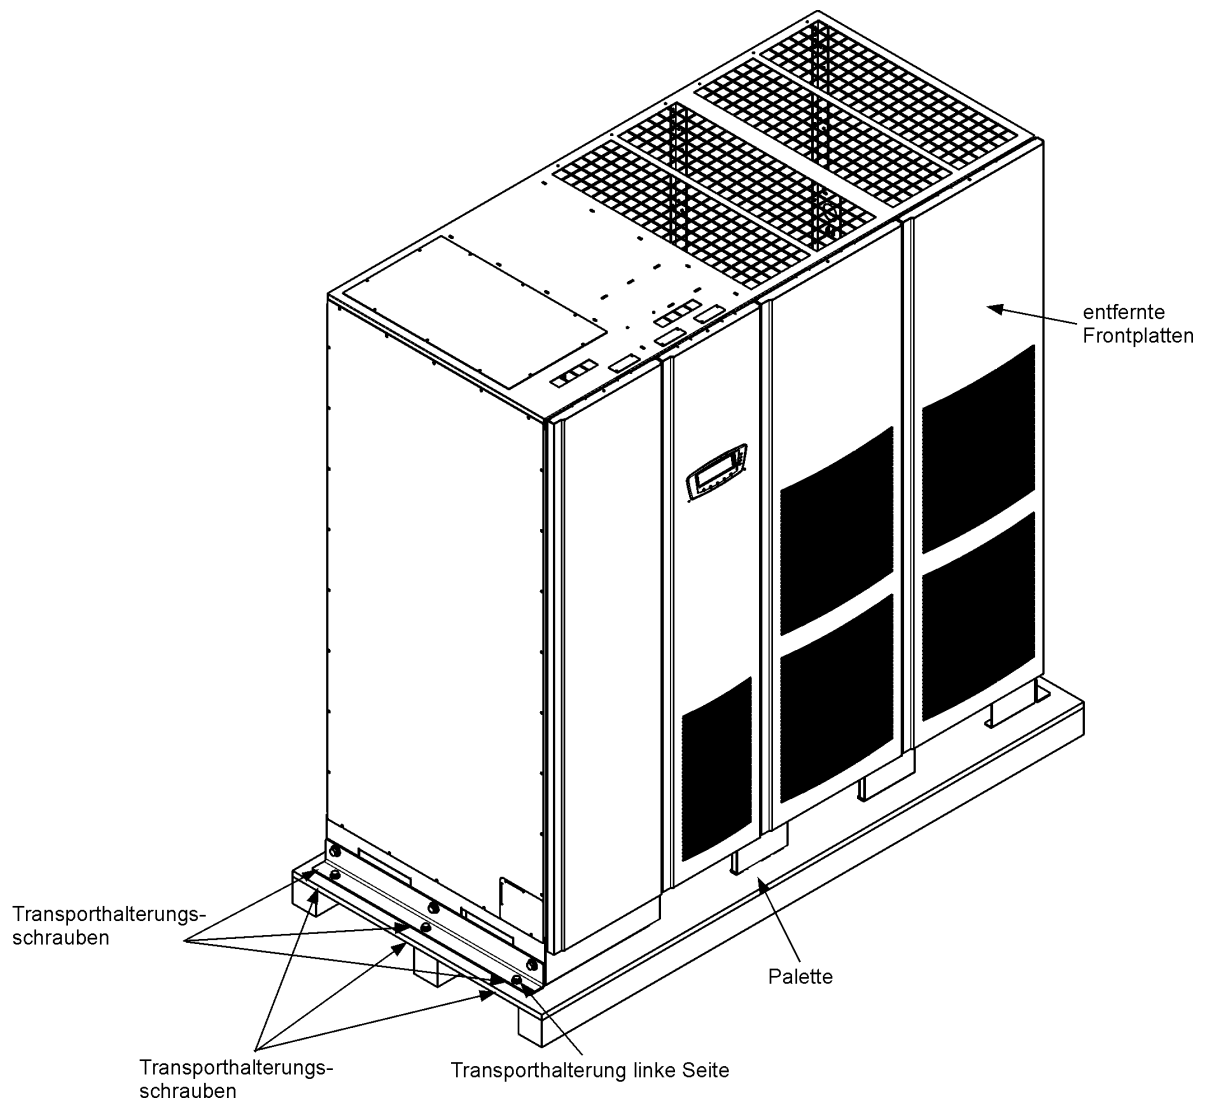

Abb. 3-1. Entfernen der linken Transporthalterung
2. Entfernen Sie die drei Schrauben, mit denen die linke Transporthalterung am Schrank befestigt ist, sowie die drei Schrauben, mit denen die Halterung an der Palette befestigt ist (siehe Abb. 3-1). Entfernen Sie die vordere Transporthalterung. Soll der Schrank dauerhaft installiert werden, bewahren Sie die Transporthalterung und die Befestigungselemente zur späteren Verwendung auf.
9. Bringen Sie mithilfe der verwahrten Befestigungselemente die in Schritt 2 und 3 entfernten Transporthalterungen links und rechts am USV-Schrank wieder an, wobei der Winkel nach außen weisen muss (siehe Abb. 3-1 und 3-2).
1. Entfernen Sie die obere Schraube und beide untere Schrauben, mit denen die linke Frontplatte der USV befestigt ist (siehe Abb. 3-1). Heben Sie die Frontplatte gerade an, um sie aus der Aufhängungsklammer am oberen Ende des Schranks auszuhängen.
2. Sofern nicht bereits erfolgt, entfernen Sie eine der oberen und zwei der unteren Schrauben, mit denen die linke Frontplatte (siehe Abbildung 3-1) gesichert wird. Heben Sie die Frontplatte gerade an, um sie aus der Aufhängungsklammer am oberen Ende des Schranks auszuhängen.
3. Entfernen Sie eine der oberen und zwei der unteren Schrauben, mit denen die mittlere Frontplatte der USV (siehe Abbildung 3-1) gesichert wird. Heben Sie die Frontplatte gerade an, um sie aus der Aufhängungsklammer am oberen Ende des Schranks auszuhängen.